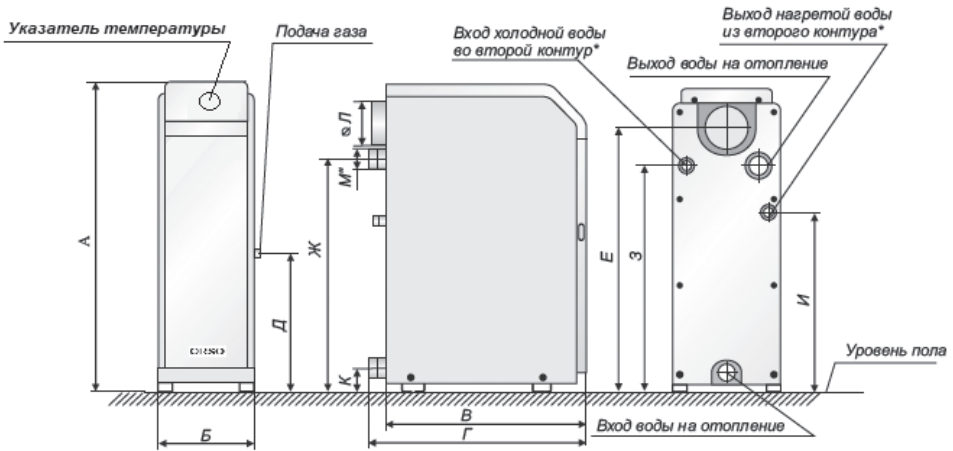
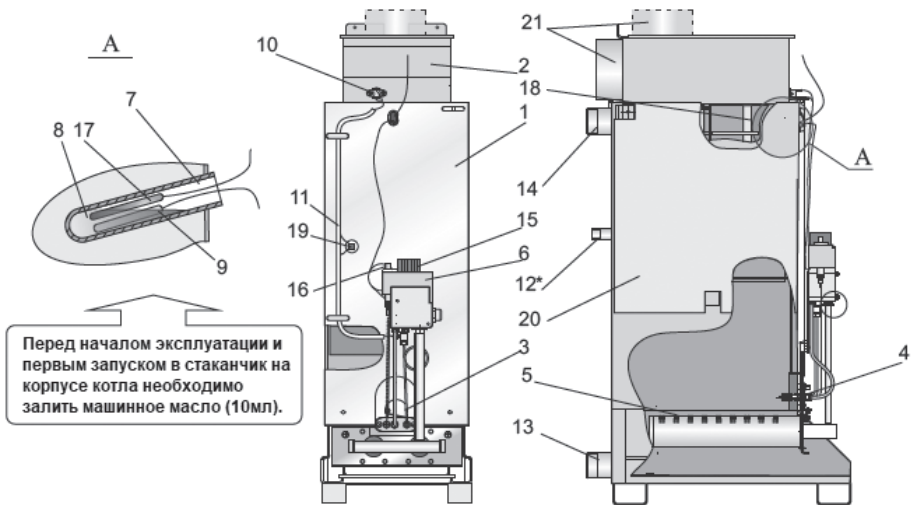
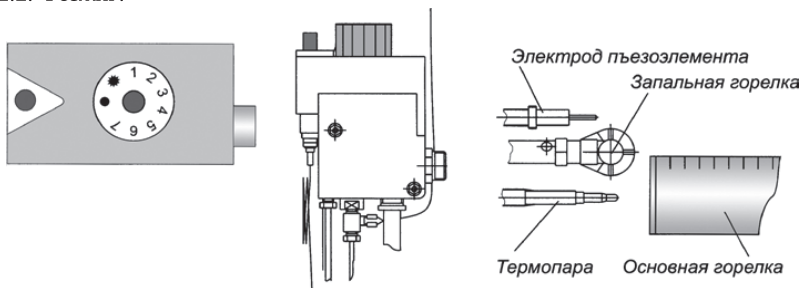

Рис. 1. Общий вид котла «БРИЗСТАЛЬ»
Рис. 2. Схема конструкции котла «БРИЗСТАЛЬ»
Рис. 7.
5.1. Котёл (рис.1) выполнен в виде напольного шкафа прямоугольной формы, лицевая сторона которого закрыта дверкой, обеспечивающей доступ для запуска котла и управления его работой.
Котёл состоит из следующих основных частей: корпуса котла (поз.1 рис.2), который состоит из топки и теплообменника. В теплообменнике котла установлены турбулизаторы (поз. 18) для наиболее полного отбора тепла при сжигании природного газа и передачи его теплоносителю; газохода (поз. 2); горелок: основной (поз.5) и запальной (поз.4); автоматики безопасности с газовым клапаном (поз.6); патрубков подвода (поз.13) и отвода теплоносителя (поз.14). В котлах с встроенным водонагревателем предусмотрены присоединительные патрубки (поз.12). На лицевой части корпуса котла расположено смотровое окно (поз.3) для контроля за розжигом и работой котла. В стаканчик (поз.7) установлен баллон указателя температуры (поз.17) и термобаллон (поз.9) газового клапана, служащий для управления его работой. Термостат (датчик тяги) (поз.10) служит для обеспечения его безопасной работы. Для наиболее полного отбора тепла снаружи корпус котла покрыт теплоизоляцией и декоративным стальным кожухом, покрытым порошковой эмалью. В верхней части кожуха котла установлен указатель температуры для контроля температуры воды в котле, (рис. 1).
- 6.8. При установке котла в систему отопления с открытым расширительным сосудом установка датчика перегрева (п.19, рис.2) не требуется, при условии, что отказ термостата управления не вызывает опасную ситуацию для пользователя или повреждение котла (ГОСТ Р 51733-2001).
Перед началом работы автоматики и запуском котла необходимо проверить наличие машинного масла в стакане корпуса котла(поз.7 рис.2)!!!
Изначальное положение круглой рукоятки управления рис.7 в позиции «выключено» ()
Рис. 7 а.
Поверните рукоятку управления против часовой стрелки в позицию розжига () рис.7а. Нажмите рукоятку управления до упора и не отпуская её, нажмите кнопку пьезо-розжига (на запальной горелке должен появиться факел пламени). Не отпускайте рукоятку управления в течение 20-30 с. Отпустите рукоятку управления и проверьте наличие пламени на запальной горелке. Если нет пламени, повторите данную операцию, увеличивая время удерживая нажатой рукоятки управления.
Рис. 7 б.
Для включения основной газовой горелки плавно поверните рукоятку управления против часовой стрелки до положения 1...7 (рис.7 б). Максимальная температура теплоносителя соответствует цифре 7 на рукоятке управления. Температуру контролируйте по указателю температуры (рис.1), регулировку температуры теплоносителя (воды) осуществляет термостат газового клапана через термобаллон поз.9, рис.2, вставленный в стаканчик корпуса котла поз.7, рис.2.